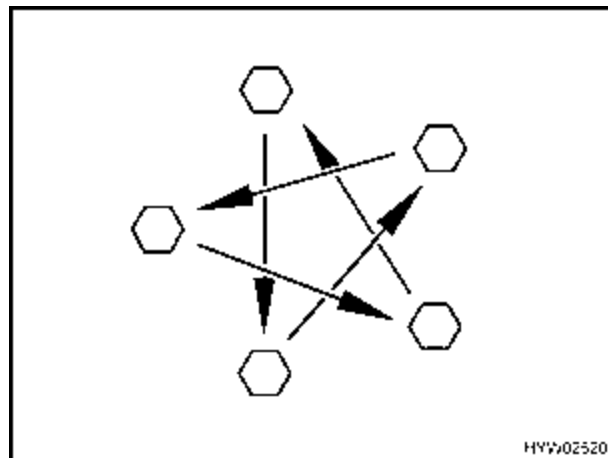

Fig. 171 Apretar en forma de cruz los tornillos de la rueda
- Comprobar periódicamente que las tuercas de las ruedas estén firmemente apretados. Reajustar en forma de cruz (Fig. 171) las tuercas después de cambiar una rueda, al cabo de 50 km. Respecto al momento de par de apriete véase el apartado correspondiente.
- ▶ Apretar en forma de cruz los tornillos de la rueda (Fig. 171). Respecto al momento de par de apriete véase el apartado correspondiente.